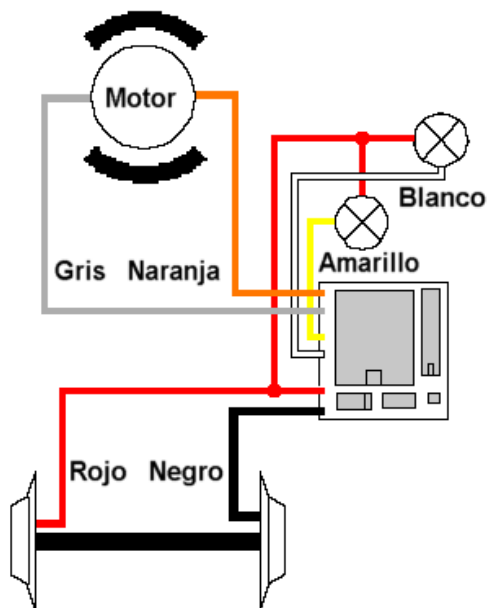
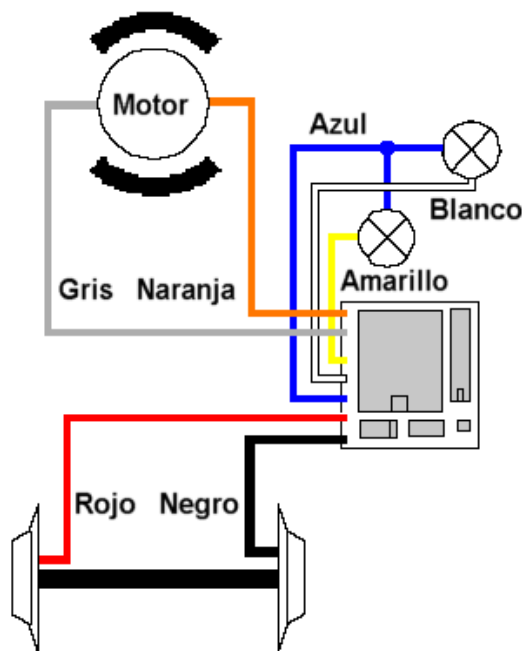

Figura 1: Alambrado del LE010XF utilizando la masa de la vía
Figura 2: Alambrado del LE010XF utilizando una masa flotante.
Hay dos opciones de instalación eléctrica para instalar el LE010XF, dependiendo de cómo se haya construido la locomotora. Las funciones del faro de locomotora direccionales podrían conectarse con su masa al voltaje de la vía así descrito en Figura 1, o, usar la masa de las salidas de función así descrito en la figura 2. También es posible una mezcla de ambas opciones. Obsérvese que sólo soporta la tradicional inversión de los faros según el sentido de la marcha.
Si las bombillas para los faros de locomotora direccionales están flotando (aisladas de los frotadores de las ruedas y del chasis) e hizo la conexión de la figura 2, brillarán con más intensidad comparando con la opción mostrada en la figurar 1. Además, los faros de locomotora direccionales funcionarán también operando en los diseños de corriente continua (DC) convencionales.